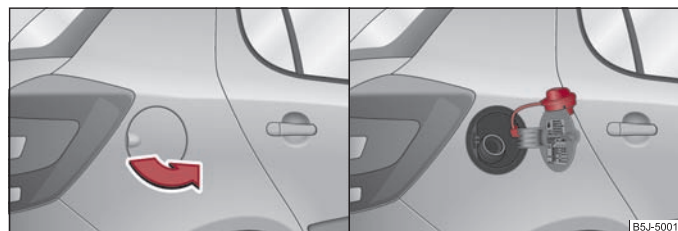

Fig. 11 Côté arrière droit du véhicule: Trappe du réservoir / Trappe avec bouchon dévissé
- Rabattez la trappe du réservoir avec la main ⇒ fig. 11 - à gauche.
- Dévissez le bouchon en le faisant tourner vers la gauche et posez-le en haut sur la trappe du réservoir ⇒ fig. 11 - à droite.